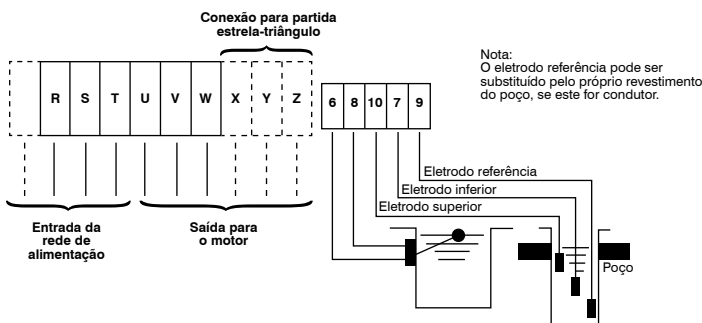

Figura 6.7 - Conexão do Quadro de Comando
8.5 Ligue a bomba e verifique a vazão ou a pressão (altura manométrica). A figura 6.7 mostra as características da bomba com a rotação correta e com a rotação invertida bem como as correntes. Pode-se notar que a vazão e a pressão com a rotação invertida são significativamente inferiores do que com a rotação correta. Para